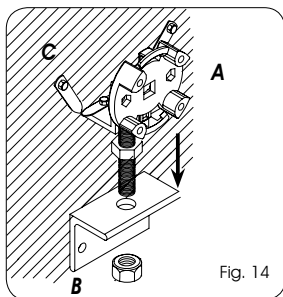

Fig. 14
2. Fije el soporte motor regulable (Fig.14 Ref.A) al orificio de la escuadra (Ref. B), como se muestra en la figura 14